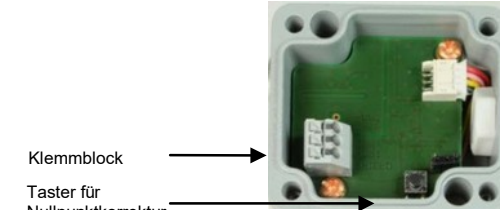

Abb. 3 Anschlussschaltbild
Der IDPT 100 kann über eine Taste Nulliert werden. Drücken Sie dazu die Taste (Abb. 3) ca. 3 Sekunden.
- Drücken Sie die Taste (Abb. 3) ca. 3 Sekunden!